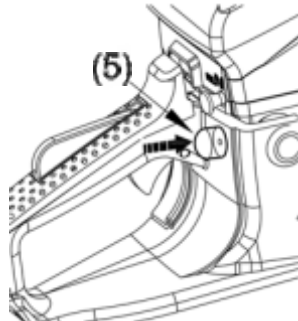

Рис. 6.4
5. Нажмите на праймер для предварительной подкачки топлива (рис.6.4 поз. 5) до тех пор, пока топливо не поступит в грушу.